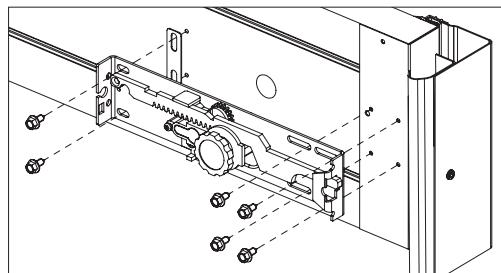

Рис. 44.2
- Закрепить на полотне ворот замковый механизм совместно с дистанционной пластиной (рис.44.2) при помощи шести самонарезающих винтов. Винты заворачивать в готовые отверстия, выполненные в панели изготовителем.